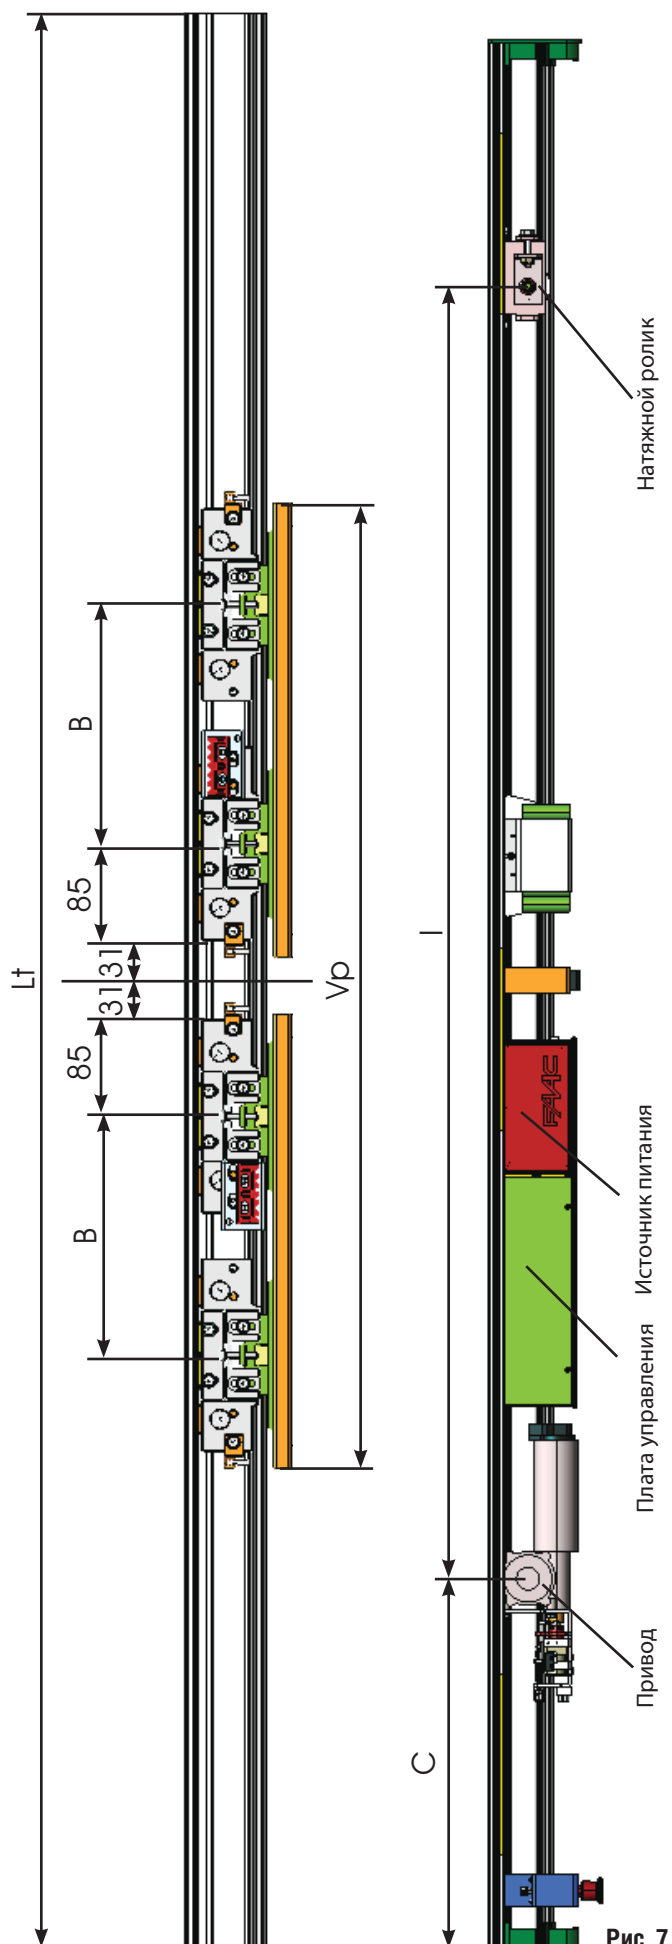

Рис. 7
- установите по 2 каретки на каждой створке, используя пластины и винты из комплекта поставки рис. 13; закрепляйте каретки на створке согласно размерам, указанным на рис. 7 для двустворчатой двери и рис. 5 или 6 для одностворчатой двери. Затяните винты крепления кареток;